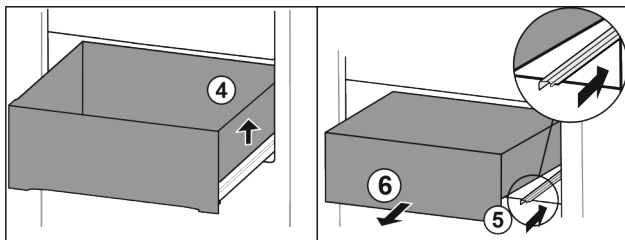

Fig. 128
- Dvignite predal desno. Fig. 128 (4)
- Vstavite desno vodilo. Fig. 128 (5)
- Predal vzemite ven v smeri naprej. Fig. 128 (6)